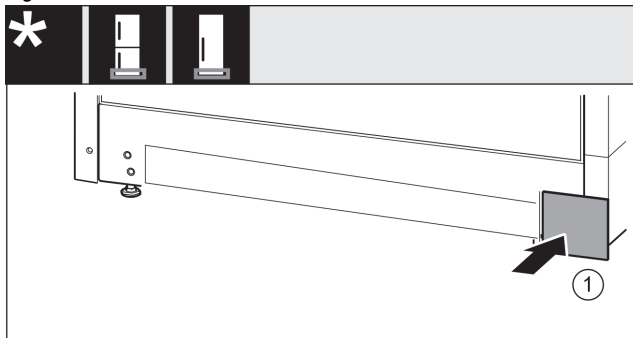

Fig. 18
- ▶ Снова установите крышку с другой стороны. Fig. 18 (1)